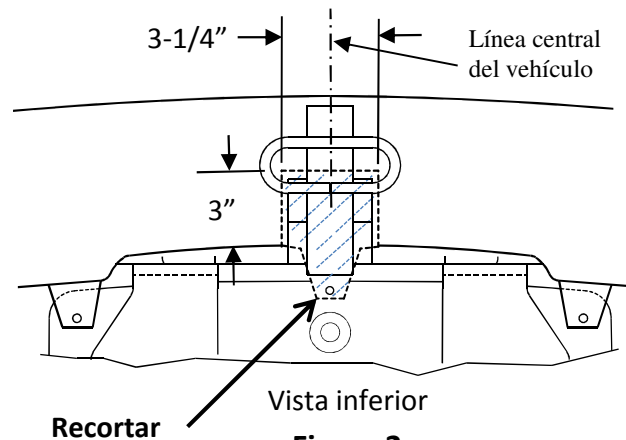

Figura 2
2. Quitar el panel debajo de la carrocería: Si está presente (modelos de escape individual), con un cubo de 10 mm quitar (3) tuercas hexagonales y (1) remache de presión y quitar temporalmente el panel debajo de la carrocería.
4. Quitar los tapones de drenaje: Con ayuda de una navaja utilitaria, cortar con cuidado la masilla alrededor de los (2) tapones de drenaje más posteriores en el colector del baúl. Retirar los tapones de drenaje y devolver al propietario del vehículo.
6. Recortar la fascia: Con una cinta de medir, marcador y navaja utilitaria, recortar una muesca en la parte inferior de la fascia, aproximadamente 3-1/4" de ancho x 3" de profundidad, centrada en el vehículo como se muestra en la figura 2.
4. **Quitar los tapones de drenaje:** Con ayuda de una navaja utilitaria, cortar con cuidado la masilla alrededor de los (2) tapones de drenaje más posteriores en el colector del baúl. Retirar los tapones de drenaje y devolver al propietario del vehículo.
6. **Recortar la fascia:** Con una cinta de medir, marcador y navaja utilitaria, recortar una muesca en la parte inferior de la fascia, aproximadamente 3-1/4" de ancho x 3" de profundidad, centrada en el vehículo como se muestra en la figura 2.